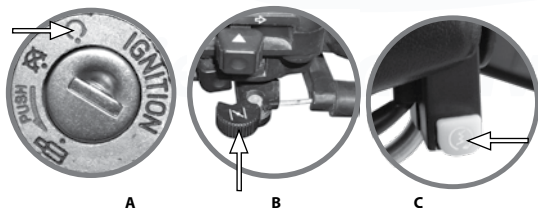

Imagen 27. Encendido de motor.
5. Girar la llave a la posición . Ver imagen 27-A.
7. Colocar la palanca del ahogador en posición abierto. Ver imagen 27-B.
8. Oprimir el interruptor de arranque eléctrico para dar marcha al motor. Ver imagen 27-C.